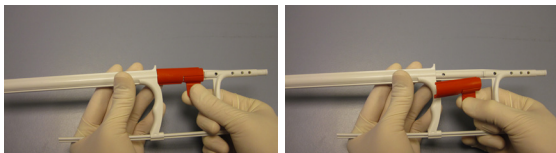

Abbildung 3 – Entfernen der Verriegelung
- Der selbstexpandierende Stent wird zwischen der Führungsdrahthülse und der Einführhülse gehalten. Unbeabsichtigte Bewegungen des Stents während des Herausziehens der Hülse werden durch die Einführhülse verhindert. Die Einführhülse besitzt einen strahlenundurchlässigen Bereich an ihrem distalen Ende. Die Spitze ist ebenfalls strahlenundurchlässig. Proximal und distal zu den geladenen Stents befinden sich strahlenundurchlässige Marker. Vor dem Einführen muss die Verriegelung (Abbildung 3) entfernt und entsorgt werden.